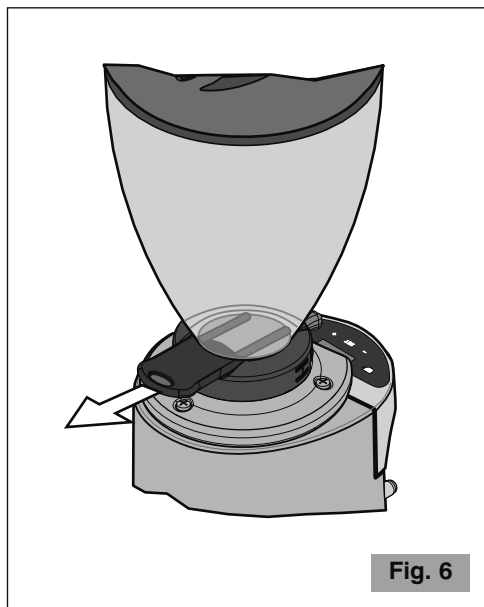

Fig. 6
**⚠ S'assurer de l'ouverture complète de l'obturateur de la cloche jusqu'à la fin de sa course (dernier déclic) (voir Fig. 6).**